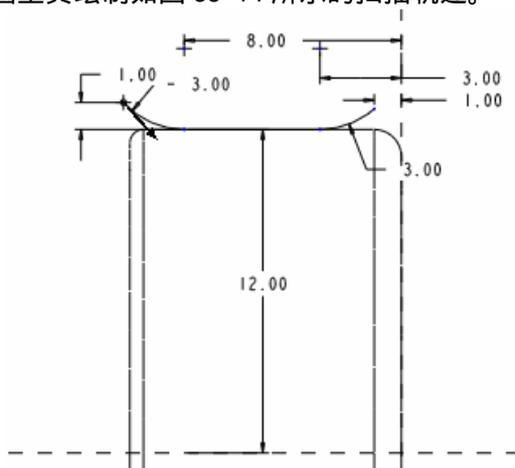

图 35-14
- (2) 单击【草绘轨迹】，选择 RIGHT 基准平面为草绘平面。
- (3) 依次单击弹出菜单中的【正向】 【缺省】，系统进入草绘工作环境。
- (4) 使用绘直线、绘圆工具绘制如图 35-14 所示的扫描轨迹。